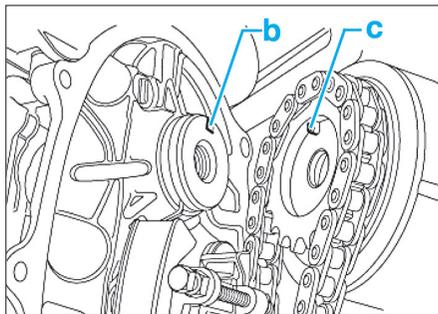

Fig. 64
- Reposer le variateur de distributeur en face de l'arbre à cames d'échappement, de manière que le repère (b) soit aligné sur le repère de l'arbre (c) (Fig.64).